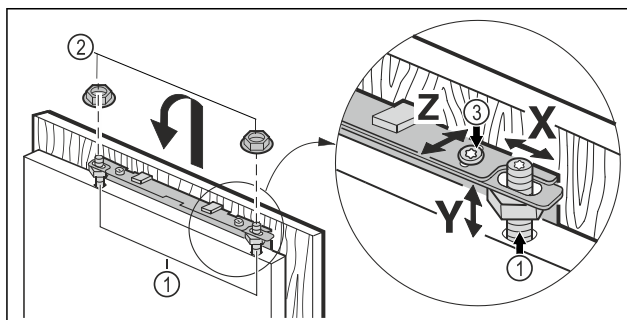

Fig. 45
- Accrocher la porte du meuble aux boulons de réglage Fig. 45 (1) et visser les contre-écrous Fig. 45 (2) sans serrer sur les boulons de réglage.
- Régler la porte du meuble à la hauteur Y et ajuster l'inclinaison latérale : Régler les boulons de réglage Fig. 45 (1) avec un tournevis.
- Serrer les contre-écrous Fig. 45 (3).